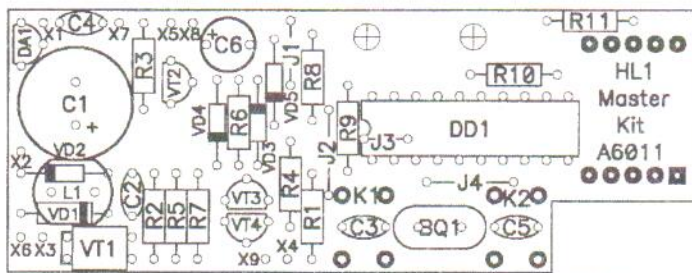

Рис.3 Расположение элементов на печатной плате
- Микросхема DA1, показанная на схеме расположения элементов (Рис. 3), в данной модификации контроллера не устанавливается.